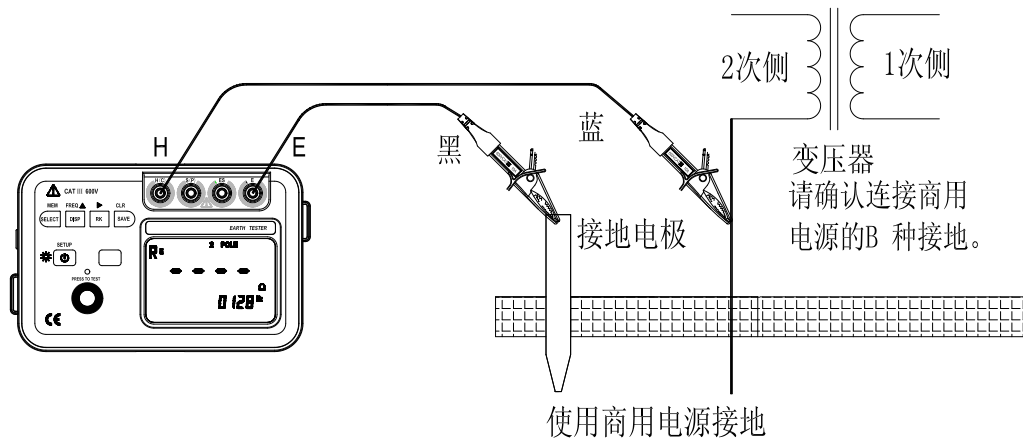

图11
①、两根测试线（黑）（蓝）的插头分别对应仪器的E和H端口完全插入；
②、将两根测试线的鳄鱼夹互相咬合短路；
③、按照“测试线电阻（R_k）的补偿”，保存R_k值。
(4)、辅助接地棒的入地与配线（见图11）